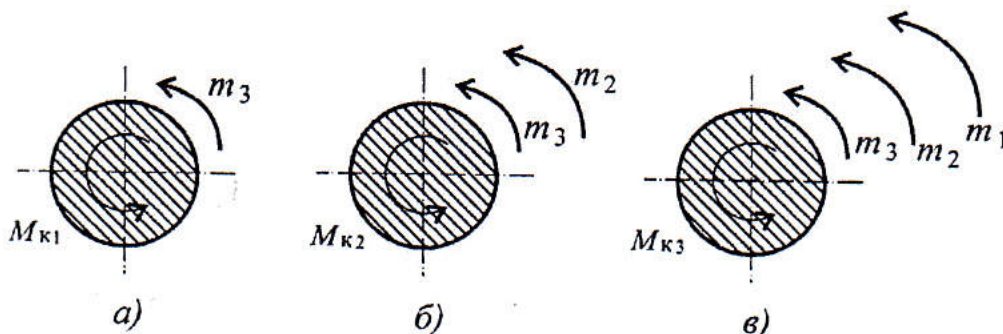

Рис. 33
1. Пользуясь методом сечений, определяем крутящие моменты на участках вала (рис. 33).
Сечение 1 (рис. 33 а):  $M_{k1} = m_3 = 400 \text{ Н}\cdot\text{м}$ .
Сечение 2 (рис. 33 б):  $M_{k2} = m_3 + m_2 = 800 \text{ Н}\cdot\text{м}$ .
Сечение 3 (рис. 33 в):  $M_{k3} = m_3 + m_2 + m_1 = 1000 \text{ Н}\cdot\text{м}$ .
Максимальное значение крутящего момента на валу в этом случае  $1000 \text{ Н}\cdot\text{м}$  (рис. 33).